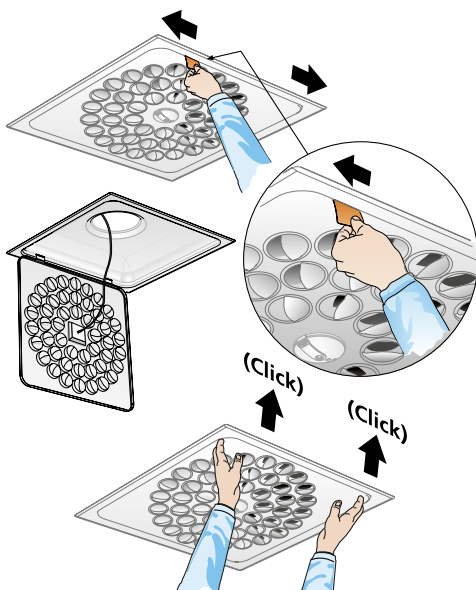

Abbildung 13. Quick Access
3. Das Unterteil des Luftauslasses wird nach dem Quick Access-Prinzip demontiert, siehe Abbildung 13.